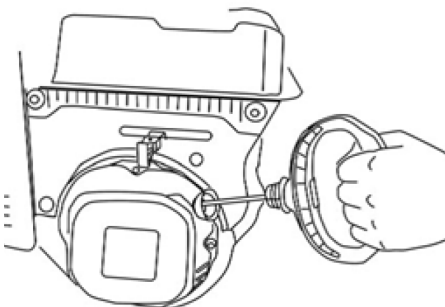

Рис.26
6. Потяните за рукоятку ручного стартера (Рис.26) до тех пор пока не почувствуете сопротивление, затем произведите резкий рывок за рукоятку.